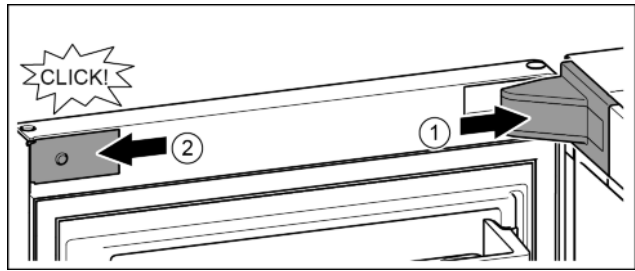

Fig. 25
- ▶ Poser et enclencher le cache du support de palier, l'introduire en appuyant délicatement. *Fig. 25 (1)*
- ▶ Mettre en place le cache latéral et l'enclencher. *Fig. 25 (2)*